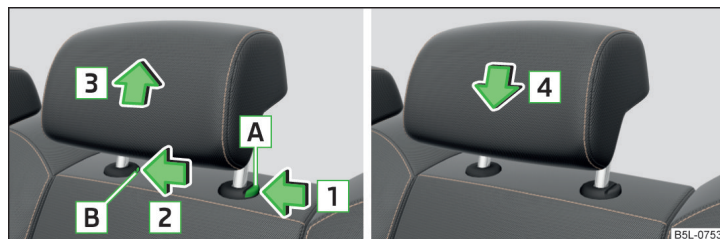

Fig. 64 Reposacabezas trasero central: Desmontar/montar
- Pulse la tecla de seguridad **A** en sentido de la flecha **1** » fig. 64, presionando al mismo tiempo con un destornillador plano con un ancho de 5 mm como máx. la tecla del seguro en el orificio **B** en sentido de la flecha **2**.